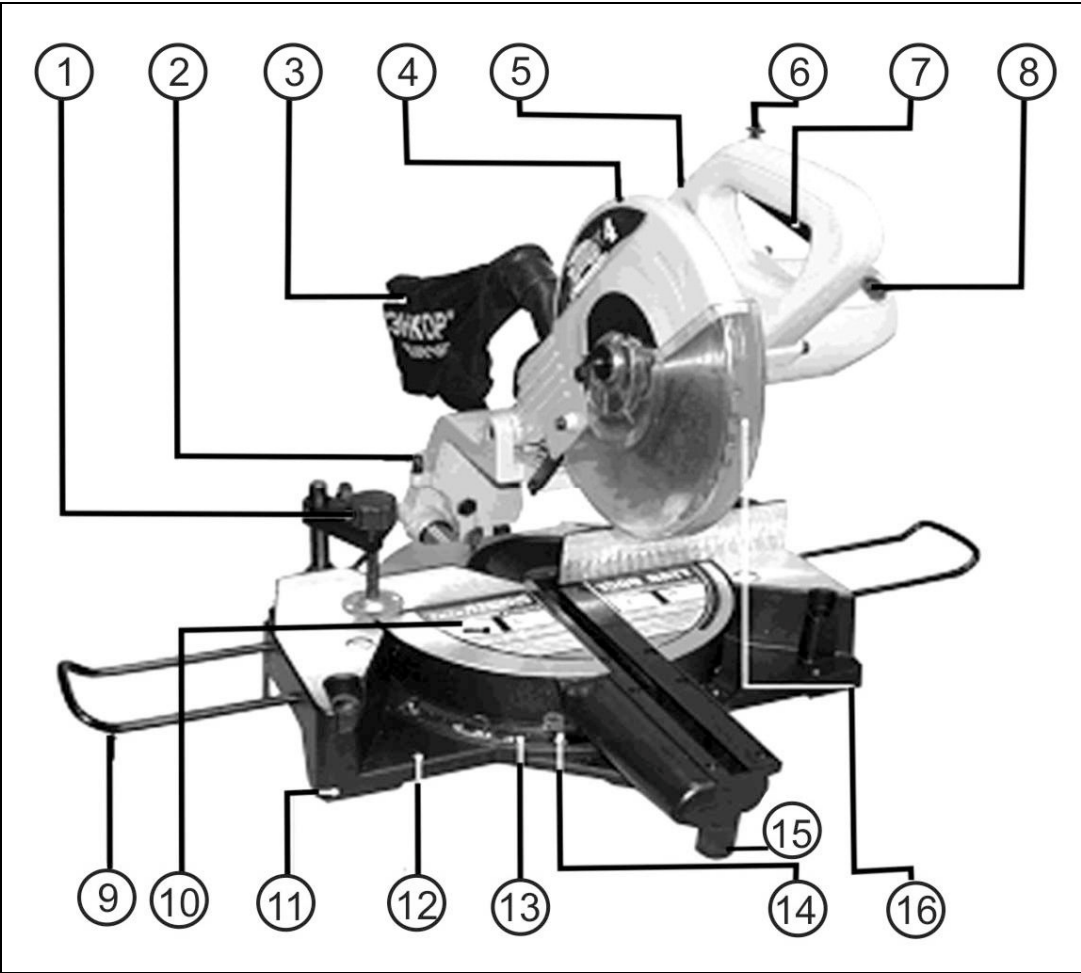
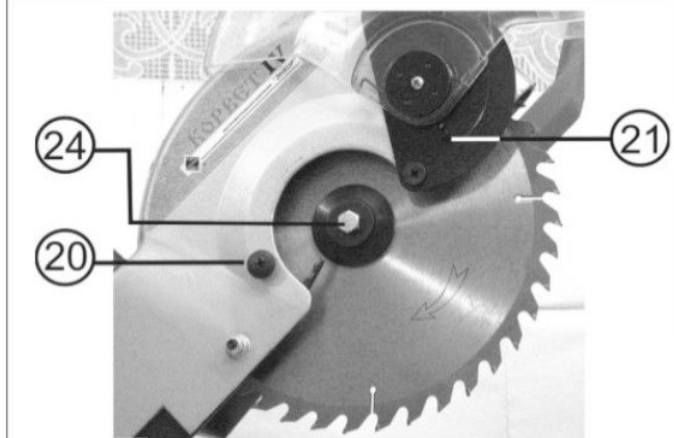

Рис.1
Рис.3
При транспортировке пилы полностью опускается рукоятка (5), Рис.1, и фиксируется в нижнем положении с помощью стопорной шпильки (17).
Нажмите на рукоятку пилы (5), Рис.1, и оттяните стопорную шпильку (17), Рис.2а, находящуюся с задней стороны пилы.
После этого пилу можно переместить в верхнее положение, Рис.1.
Ослабьте винт фиксации поворотного стола (18), Рис.2а. Вращайте стол влево до совмещения указателя угла поворота (14), Рис.2б, с делением 0° на шкале угла поворота (13), Рис.1. Зафиксируйте положение винтом фиксации поворотного стола (18), Рис.2а.
Для снятия пильного диска отпустите винт (20), Рис.3, и переведите защитный кожух (16), Рис.1, вместе с кожухом шпинделя (21), Рис.3, в верхнее положение.
Установите пильный диск в соответствии с последовательностью, показанной на Рис.5 так, чтобы зубья пильного диска были направлены вниз в передней части пилы, Рис.3. Затяните шестигранный болт (24), Рис.5, вращением против часовой стрелки, придерживая кнопку фиксации пильного диска (22), Рис.4а, в нажатом положении.